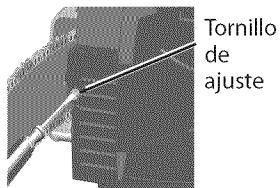

Figura 10 - Giro del tornillo de regulación.
2. Gire en sentido horario el tornillo de regulación de la parte frontal del cabezal hasta que no haya flojedad en la cadena (vea la figura 10).